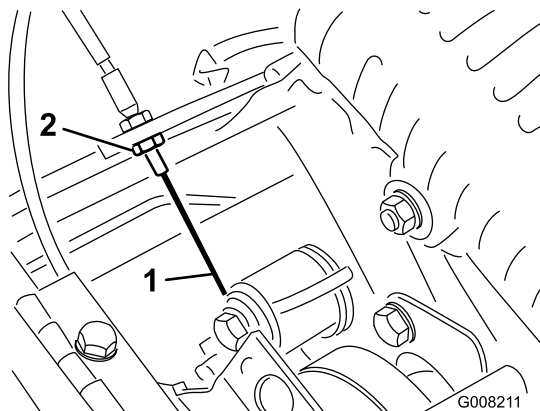

Figura 36
3. Para aumentar la tensión del cable, afloje la contratuerca delantera del cable y apriete la contratuerca trasera del cable (Figura 36) hasta que la fuerza necesaria para engranar el control de tracción sea de 3,2 a 4,1 kg. Mida la fuerza en el pomo de control.